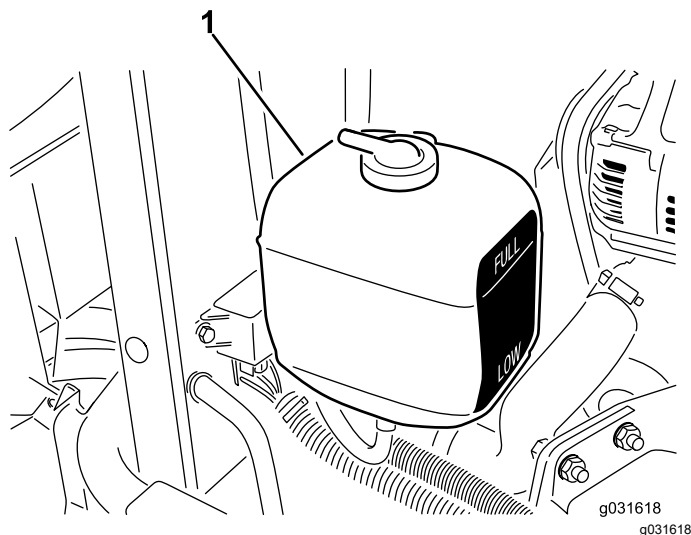

Figura 58
1. Verificai nivelul lichidului de răcire din rezervorul de expansiune (Figura 58).